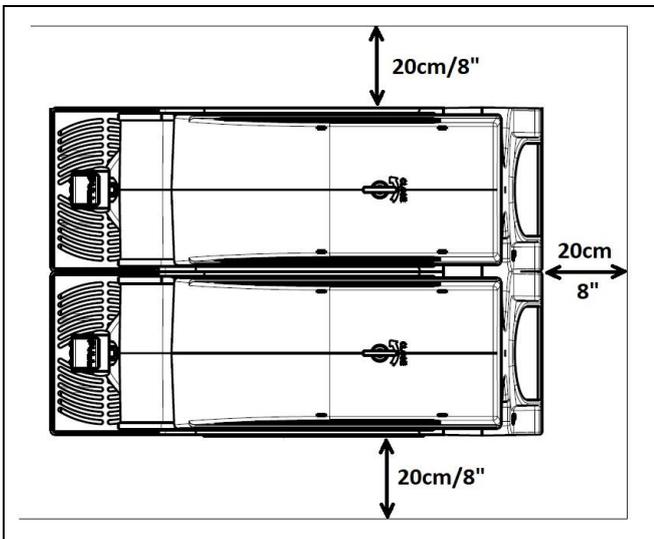

Fig. 19
b) Apoyar el aparato en una superficie horizontal y sólida de manera que la carrocería del aparato esté bien ventilada (al menos 20 cm de espacio libre en todo su entorno, fig.19), instalar el aparato en un ambiente seco y evitar instalarlo cerca de fuentes de calor. **La temperatura ambiente de uso de la máquina debe estar entre 24°C y 32°C (entre 75°F y 90°F).**